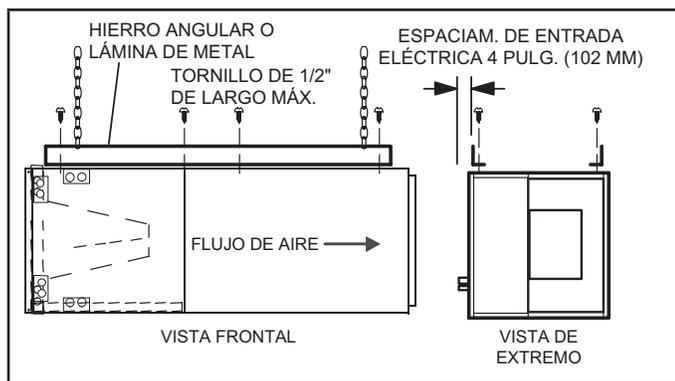

FIGURA 7. Cómo colgar la unidad horizontal
- 5 - Si la unidad está colgando, el gabinete debe estar apoyado a todo lo largo. Si usa una cadena o correa, use una pieza de hierro angular o lámina de metal adjunta a la unidad (ya sea arriba o abajo) para apoyar el largo del gabinete. Use tornillos de sujeción de no más de 1/2 pulgada para evitar dañar el serpentín o el filtro. Ver la Figura 7. Use tornillos para lámina de metal para conectar los plenos de aire de retorno y suministro según sea requerido.
- 12 - Si va a colgar la unidad, debe estar apoyada a todo lo largo del gabinete. Si usa una cadena o correa, use una pieza de hierro angular o lámina de metal adjunta a la unidad (ya sea arriba o abajo) para que el largo completo del gabinete esté apoyado. Use tornillos de sujeción de no más de 1/2" para evitar dañar el serpentín o el filtro, como se ilustra en la Figura 7. Conecte los plenos de aire de retorno y suministro con tornillos para láminas de metal.